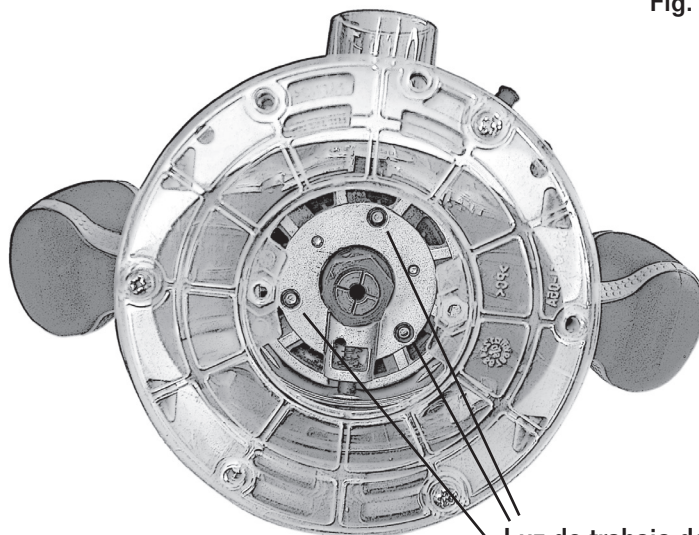

Fig. 3
17. Luz de trabajo del LED. Cuando el router está conectado y el interruptor ON / OFF en ON posición, la luz de trabajo del LED ilumina el área de molienda (ver Fig. 3).
Para instalar el cortador (ver Fig. 3)